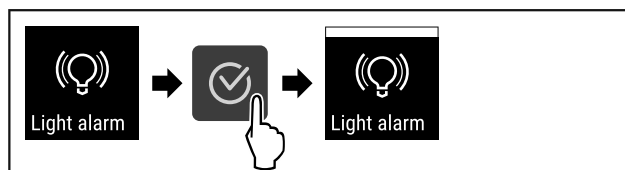

Fig. 89
- Stappen (zie Fig. 89) uitvoeren.